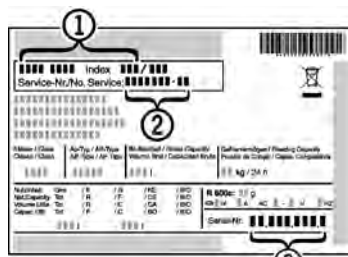

Fig. 13
- ▶ Назва пристрою Fig. 13 (1), сервісний номер Fig. 13 (2) та серійний номер Fig. 13 (3) вказані на табличці типів знаходиться всередині пристрою, зліва.
- ▶ Повідомте сервісну службу про характер неполадки, назву пристрою Fig. 13 (1), сервісний номер Fig. 13 (2) та серійний номер Fig. 13 (3).